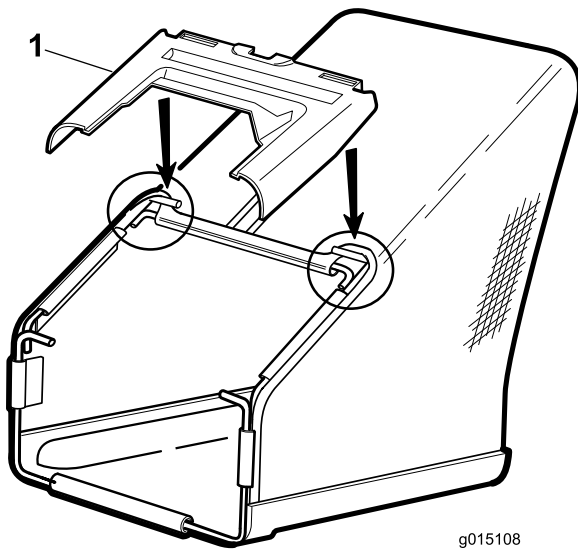

Bild 5
3. Setzen Sie die Kunststoffabdeckung auf den Fangkorbrahmen, wie in Bild 5 dargestellt.